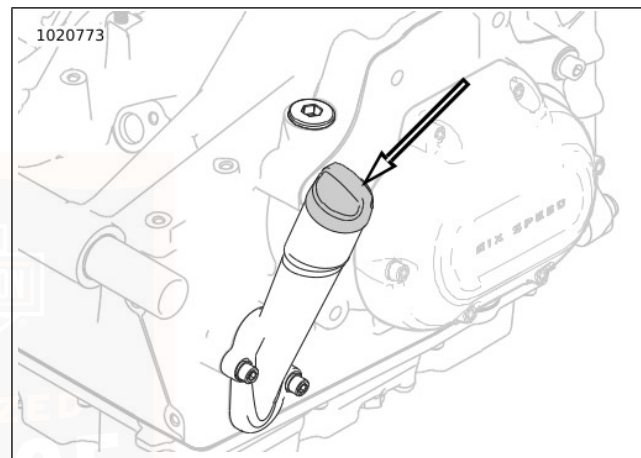

Figura 43. Tappo del rifornimento dell'olio motore
2. Vedere Figura 43 Verificare il livello dell'olio motore.
3. Vedere Figura 43 Controllare il livello dell'olio.